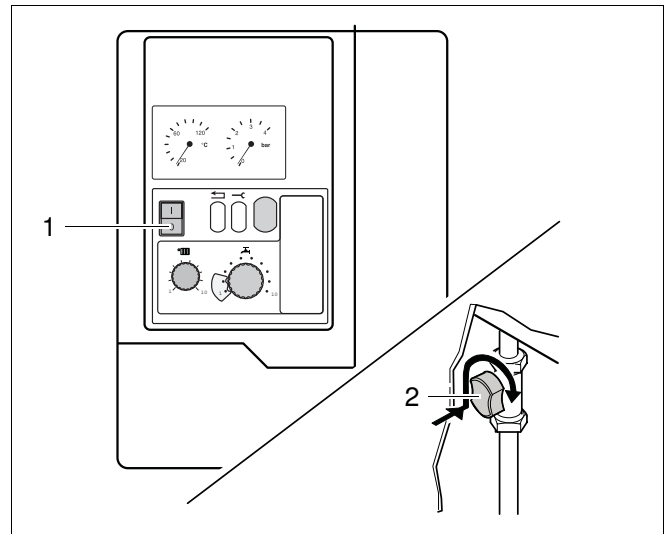

Abb. 11 Netzschalter, Gasabsperrhahn
- Netzschalter (Abb. 11, Pos. 1) auf Stellung "0" stellen.
- Gasabsperrhahn schließen: nach rechts drehen (Abb. 11, Pos. 2).